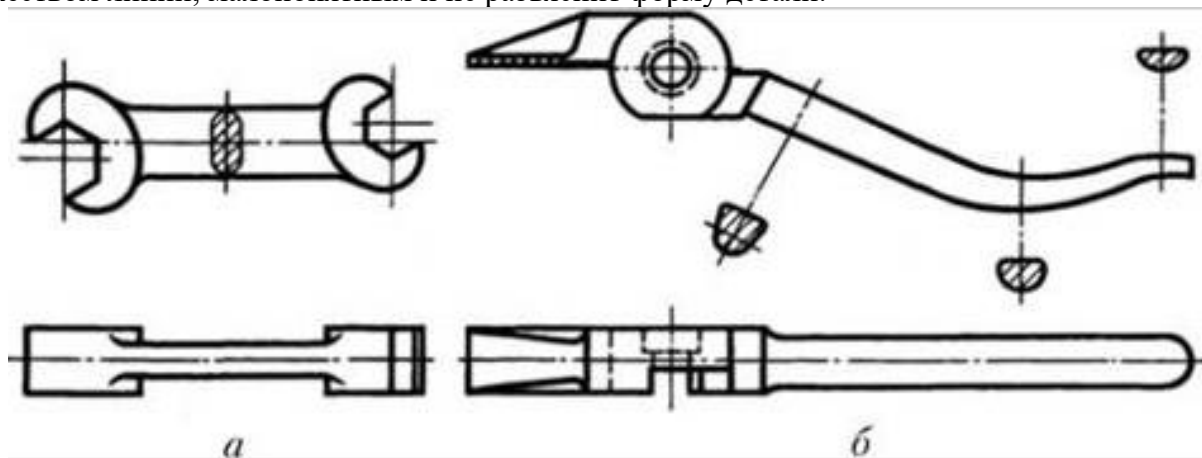

Рис. 49. Детали, для выявления формы которых требуются сечения
В гл. 1 указывалось, что изображения на чертежах в зависимости от их содержания делятся на виды, разрезы и сечения. С помощью видов форма некоторых деталей не выявляется с достаточной полнотой и удобочитаемостью. Например, форма такого распространенного несложного изделия, как гаечный ключ, остается невыясненной с помощью двух видов, данных на рис. 49, а. По этим видам нельзя установить, какова поперечная форма ручки, которая может быть и прямоугольной, и овальной, и закругленной на углах. То же самое можно сказать и о плоскогубцах (рис. 49, б), поперечная форма губки которых не выявится и третьим видом, так как она изогнута и изменяется по длине. Третий вид, если его выполнить, окажется пересеченным множеством линий, малопонятным и не разъяснит форму детали.
Наклонные параллельные прямые линии штриховки проводят под углом  $45^\circ$  к линиям рамки чертежа (рис. 49, 50), а если они совпадают по направлению с линиями контура или осевыми линиями, то под углом  $30^\circ$  или  $60^\circ$  (см. рис. 49).
*Вынесенными сечениями* называются такие, которые располагаются вне контуров изображений, приведенных на чертеже (см. рис. 49, б).
*Наложеными сечениями* называются такие, которые располагаются непосредственно на видах чертежа (см. рис. 49(б)).